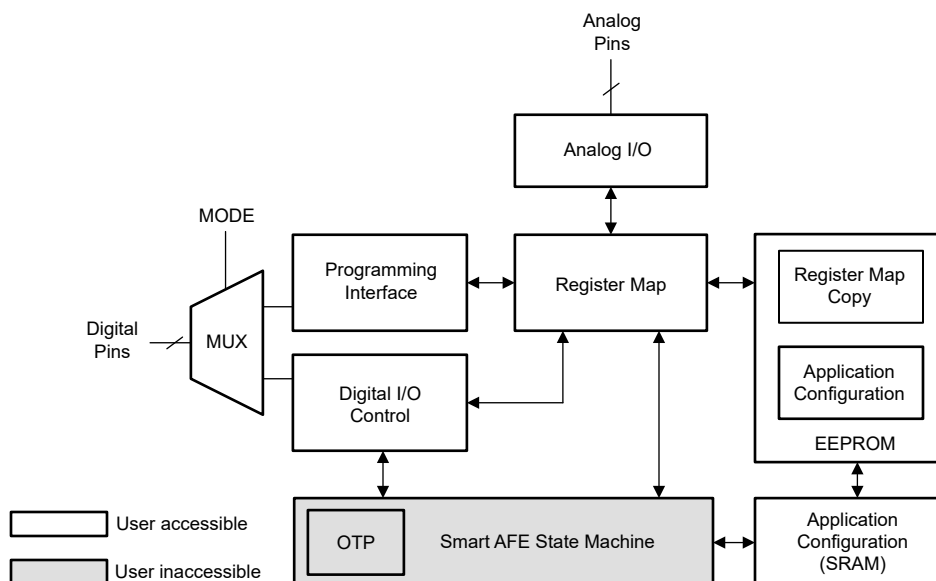

图 7-4. 智能 AFE 架构
AFE39xx 具有一个支持算术、逻辑和时序操作的可编程状态机, 如图 7-4 所示。该状态机已预先编程为比例积分 (PI) 控制器, 允许用户对系数和输入/输出参数进行编程。节 7.4.6 中详细讨论了 PI 控制器。用户配置存储在 NVM 中, 状态机可以在独立模式下运行, 无需连接到处理器 (无处理器运行模式)